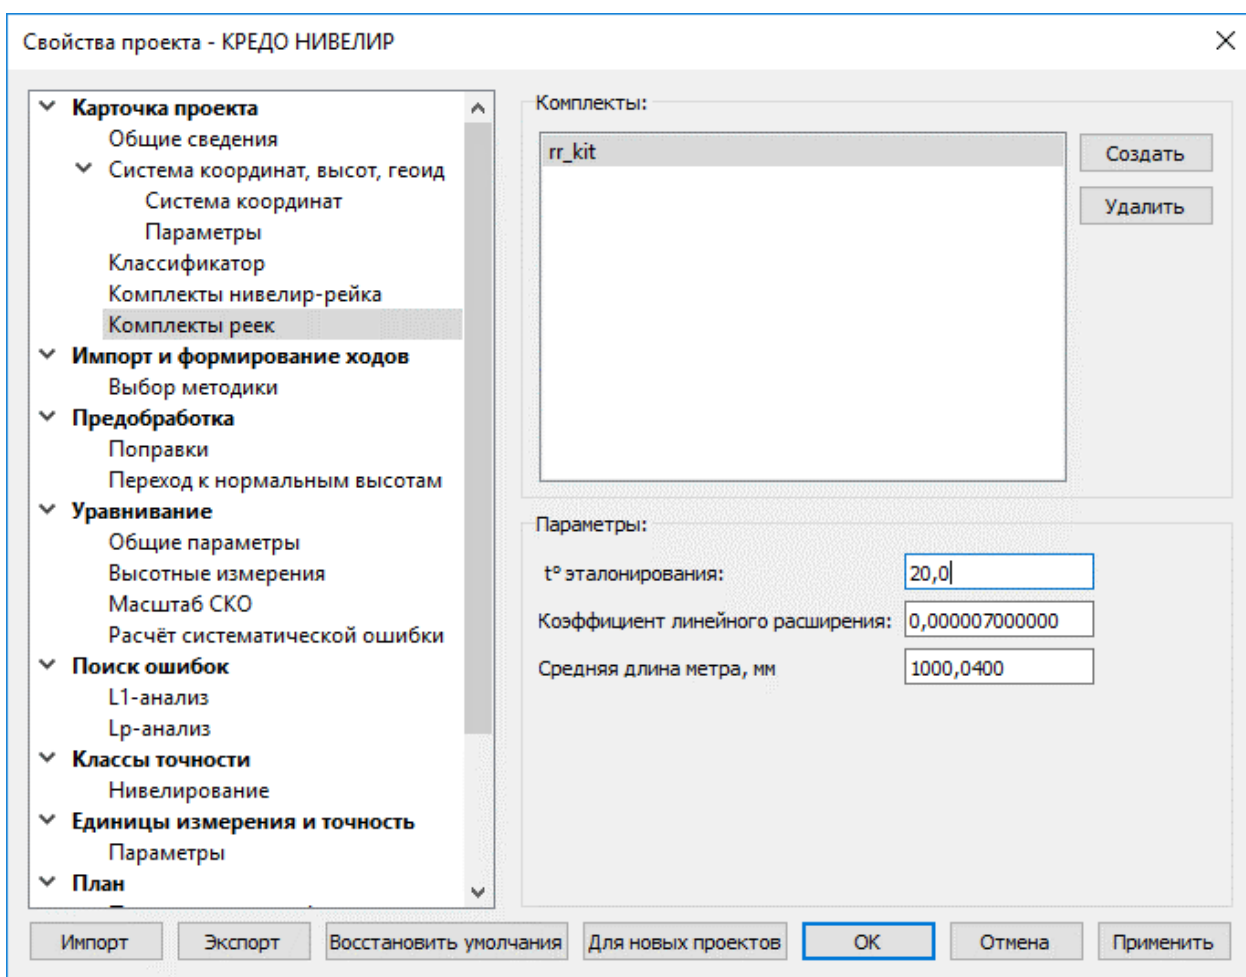

Рисунок 10.12
15. Для учета поправок « δh » за отличие средней длины рабочего метра комплекта реек от номинала по результатам эталонирования и « δh_t » за различие температуры реек при эталонировании для нивелирования I–IV классов введите значение эталонной длины рабочего метра комплекта, температуру эталонирования и коэффициент линейного расширения материала реек (см. рис. 10.12).